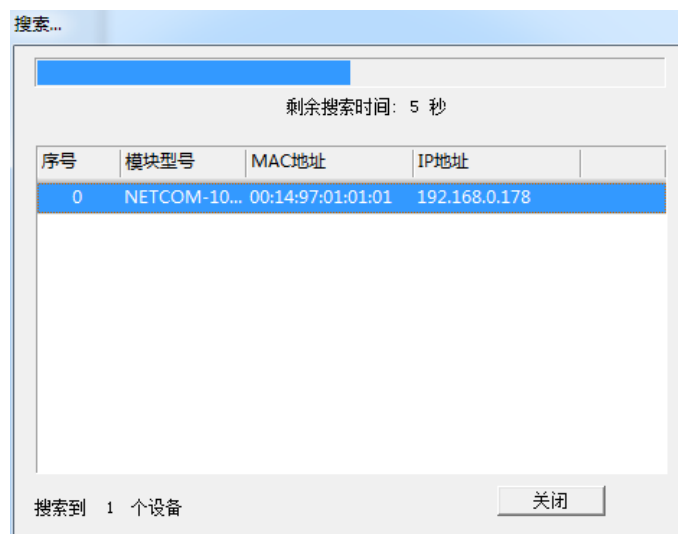

图 7.2 ZNetCom 软件搜索设备
2. 点击工具栏中的  按钮，ZNetCom 配置软件开始搜索连接到 PC 机上的 ZNE 模块，如图 7.2 所示。